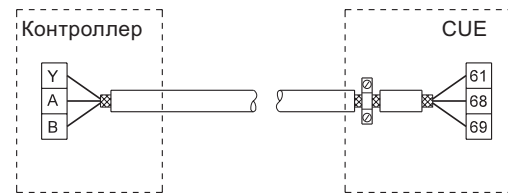

Рис. 41. Пример подключения 3-жильного кабеля с экраном, подсоединенным к CUE (контроллер без кабельного хомута).
- Подключайте экран кабеля двигателя и сигнальных кабелей к корпусу на обоих концах. См. раздел 40. Если на контроллере отсутствует хомут, подключайте экран только к CUE. См. рис. 41.